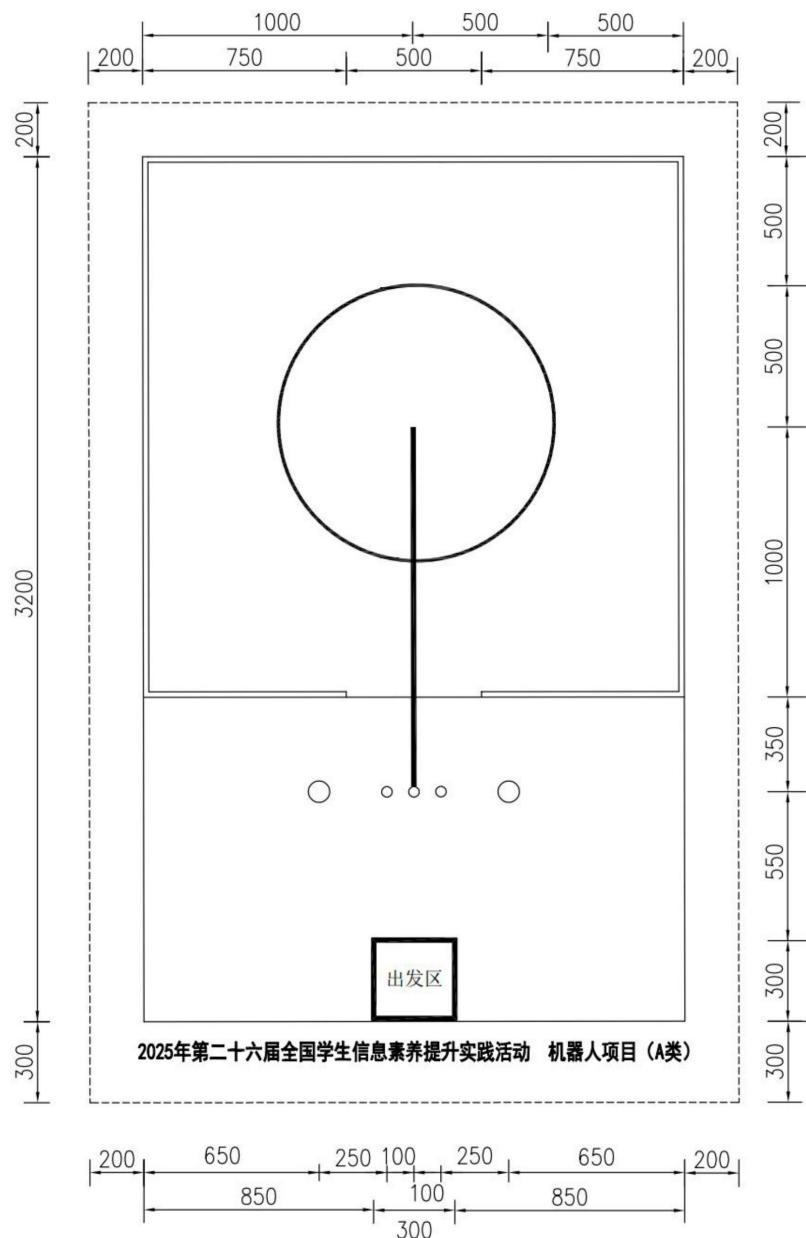

图 1 场地俯视示意图
1. 1 展示场地为大小约 $3200\text{mm} \times 2000\text{mm}$ 的喷绘地图（以现场提供为准），圆与线段均为黑色且宽度约为 20mm ，如图1所示。